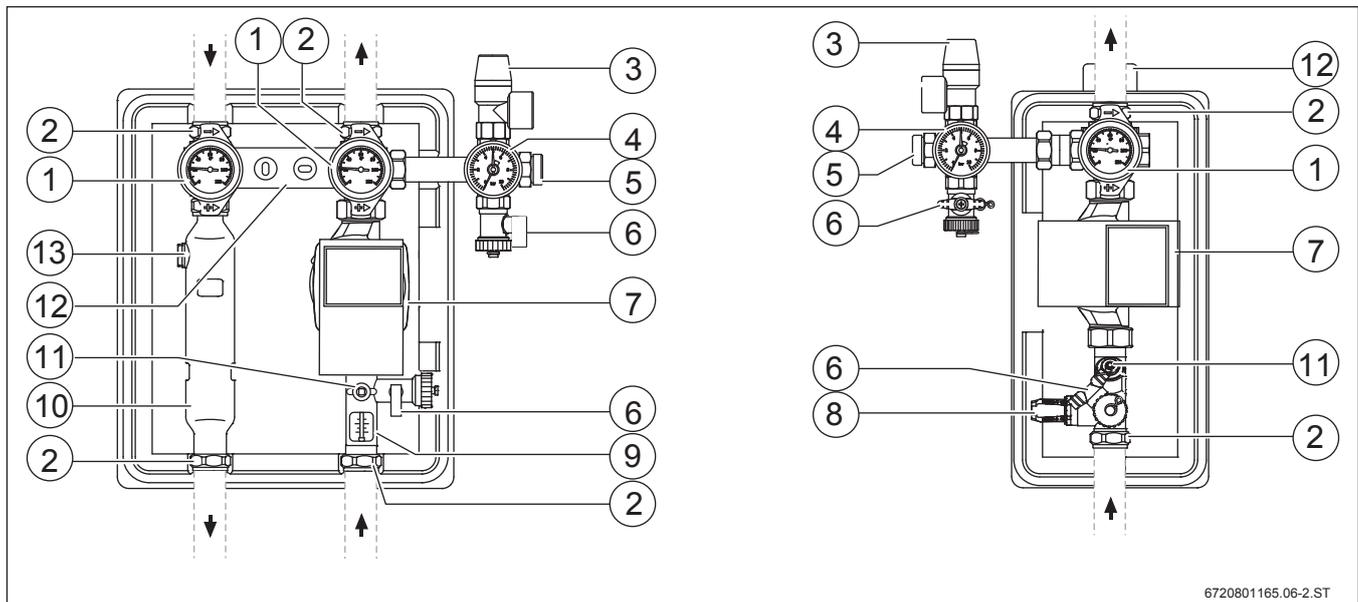

Bild 74 1- und 2-Strang-Solarstationen ohne vordere Dämmteile und ohne integrierte Regler und Module; Abmessungen und technische Daten → Seite 51
geeignet. Durch diese Anordnung liegen 2 getrennte Rücklaufanschlüsse mit separater Pumpe und Durchflussbegrenzer vor (→ Bild 74, Seite 50). Dadurch ist es möglich, einen hydraulischen Abgleich von 2 Verbrauchern mit unterschiedlichen Druckverlusten durchzuführen. Wenn keine Druckbefüllung vorgesehen ist, reicht für diese Anordnung eine Sicherheitsgruppe aus.
Ein anderer Anwendungsfall für die Kombination einer 2-Strang-Solarstation mit einer 1-Strang-Solarstation ist eine Solaranlage mit 2 verschiedenen ausgerichteten Kollektorfeldern (Ost/West-Regelung). Auch hier ist es wichtig, dass 2 getrennte Rücklaufanschlüsse mit separater Pumpe und Durchflussbegrenzer vorliegen (→ Bild 74, Seite 50). Wie zuvor beschrieben, kann nun auch ein hydraulischer Abgleich von den 2 Kollektorfeldern mit unterschiedlichen Druckverlusten durchgeführt werden. Für diese Anordnung sind 2 Sicherheitsgruppen (im Lieferumfang enthalten) und 2 Ausdehnungsgefäße (AG) erforderlich.